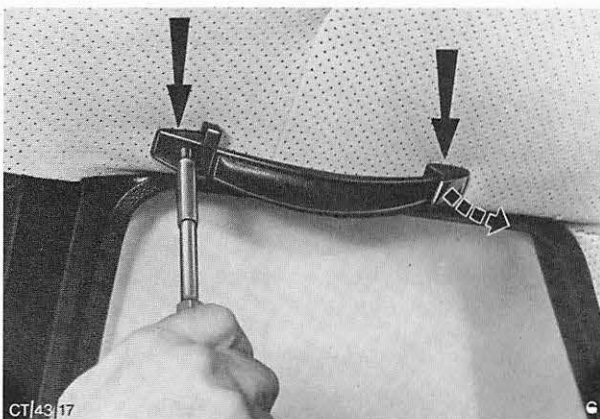

Abb. 36 Befestigungsschrauben des Beifahrer-Haltegriffs herausdrehen.
1. Chromblende an jedem Ende des Haltegriffs abdrücken, Schrauben (2 Stück) entfernen und Haltegriff abbauen, Abb. 36.